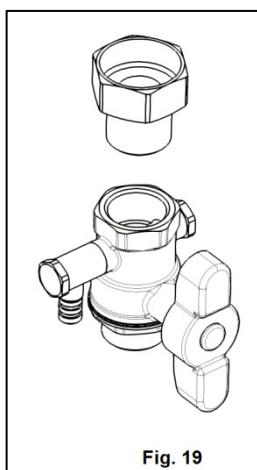

Fig. 19
**13.** Se ataseaza partea cu filet exterior a racordurilor olandeze L2, la robineti cu aerisitor Q, etansarea asigurandu-se cu snur de canepa (Fig. 19).